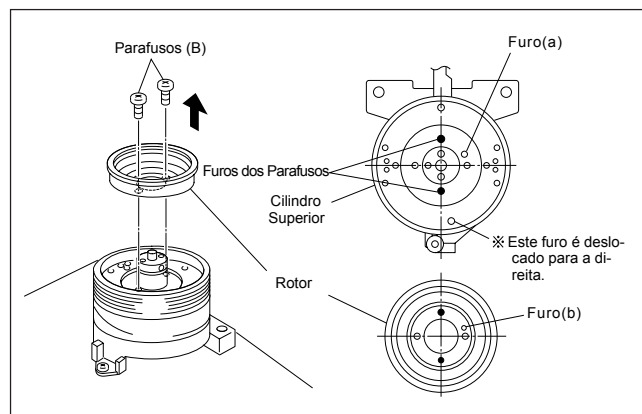

Fig. 2-2-24a
- (1) Alinhe as fases do cilindro superior e do rotor como indicado na Fig.2-2-24a.
- (2) Coloque o furo do cilindro superior (a) em cima do furo do rotor (b) (alinhe os três furos ) e aperte os dois parafusos (B). (Veja Fig.2-2-24a.)